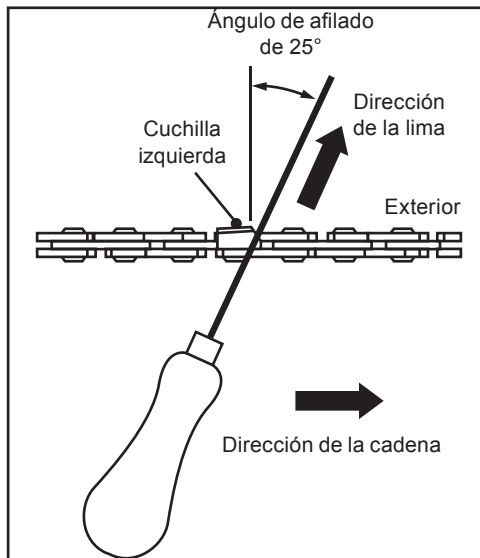

Fig. 41
5. Lime con un ángulo perpendicular a la espada y con un ángulo de 25° con respecto a la dirección de desplazamiento (Fig. 41).